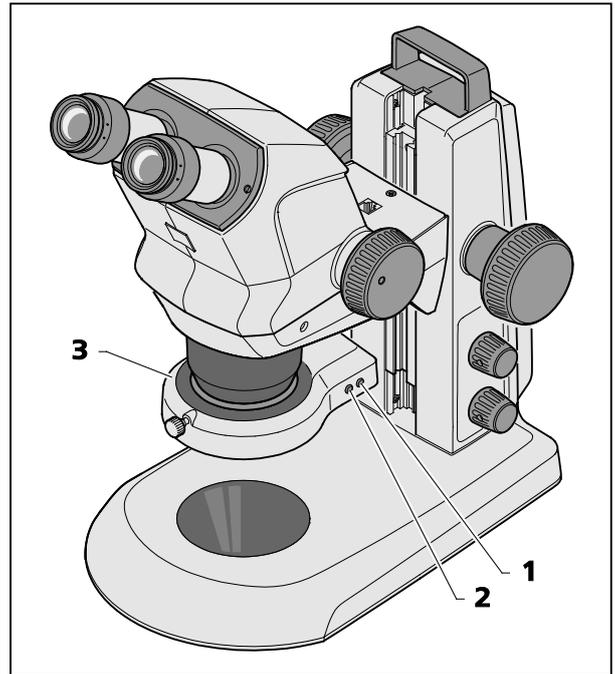

Fig. 17 Iluminador anular
- Al pulsar sucesivamente el botón delantero (Fig. 17/2) se puede cambiar entre cuatro estados de iluminación del iluminador anular (Fig. 17/3):
- Al pulsar brevemente una sola vez el botón trasero (Fig. 17/1) el segmento ajustado gira cada vez más por un cuarto de vuelta en el sentido de las agujas del reloj.
- Al oprimir y mantener oprimido el botón trasero (Fig. 17/1) más de 2 segundos, el segmento ajustado empieza a girar continuamente (giro en pasos circulares de 1/8, cada vez 1 segundo por una vuelta).
- Al pulsar de nuevo el botón trasero (Fig. 17/1) la rotación se detiene y el objeto es iluminado otra vez desde atrás.